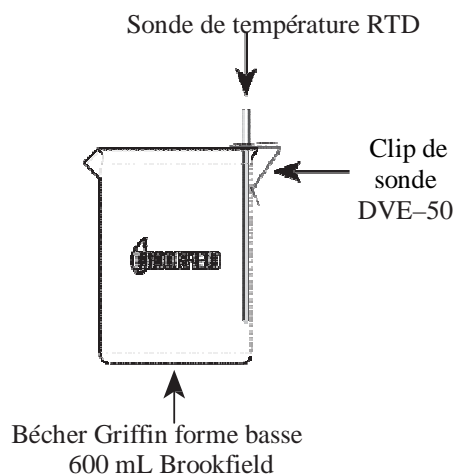

Figure I-3
*Note:* A l'exception du modèle LV, tous les viscosimètres utilisent le clip de sonde comme illustré en Figure I-3.
La Figure I-3 montre le clip de sonde monté dans un bécher Griffin 600 mL de forme basse. Ce type de montage est adapté aux modèles LV, RV, HA et HB.